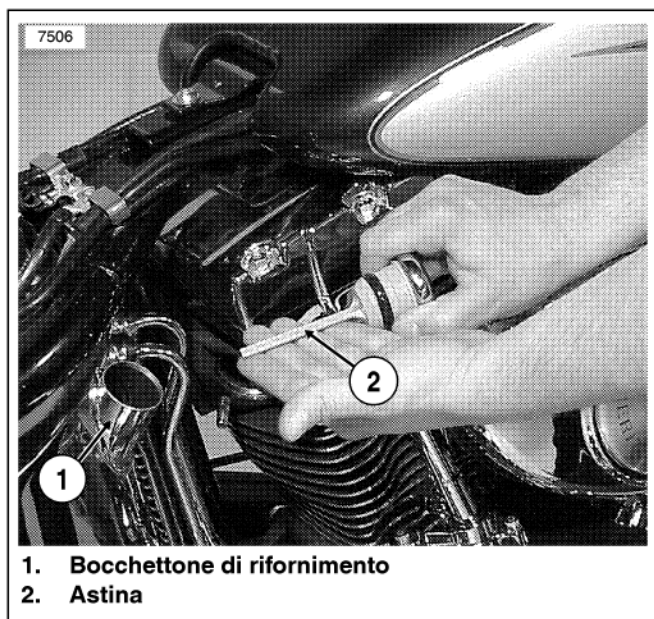

Figura 45. Controllo del livello nel serbatoio dell'olio
Per la posizione dell'astina, vedere la Figura 45.
1. Vedere la Figura 45. Per il controllo preliminare col veicolo in posizione verticale in piano, pulire il tappo/astina e reinserirlo nel serbatoio dell'olio, spingendolo **fino in fondo** nel bocchettone.
3. Vedere la Figura 45. Una volta rimossa l'astina, guardare dentro l'apertura della stessa e verificare che il livello dell'olio raggiunga la saldatura del bocchettone di rifornimento.
1. Vedere la Figura 45. Rimuovere il tappo/astina del serbatoio dell'olio tirandolo e al contempo spostando il tappo avanti e indietro.